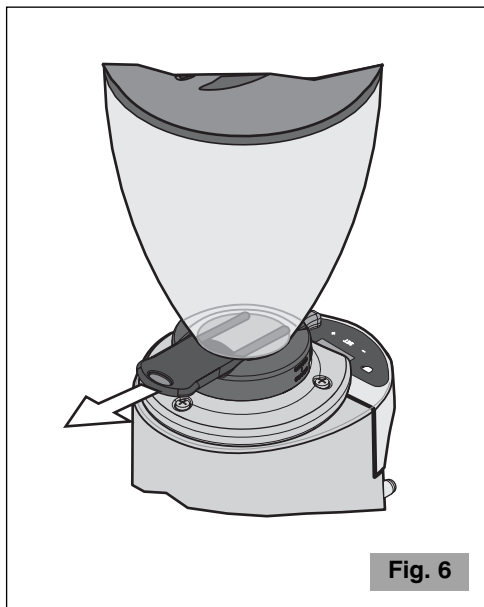

Fig. 6
**Accertarsi della completa apertura dell'otturatore della campana fino a fine corsa (ultimo scatto) (vedi Fig. 6).**